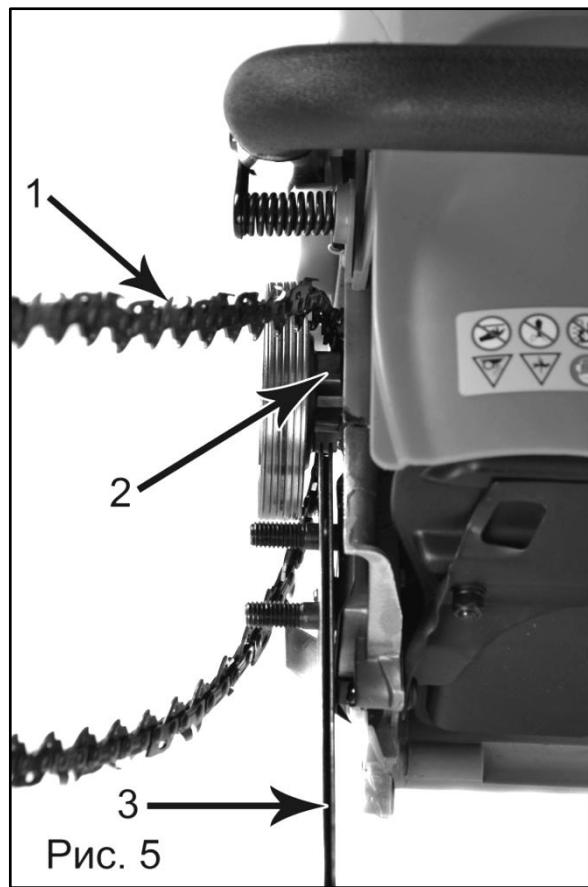

Рис. 5
- Наденьте цепь (1) на ведущую звездочку (2) позади муфты сцепления. Убедитесь, что звенья встали между зубчиками звездочки (Рис. 5).
- Вставьте ведущие звенья в канавку шины (3) и обведите цепь вокруг концевой части шины (Рис.5). Цепь будет немного свешиваться с нижней части шины.